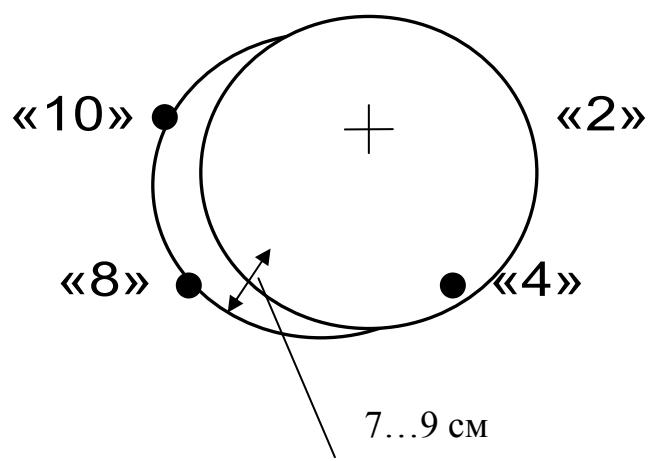

Рисунок 3 – Схема расположения
- сместите центр прибора, ориентируясь по нарисованной окружности, на 7 - 9 см по диагонали в положение «2 часа» (рис.3) и проведите измерения плотности  $\rho_2$ ;
Построение градуировочной зависимости подробно описано в Приложении А. Измерения в режиме **Установка нуля** производить на участках дороги по схеме рис. 3 с последующим взятием и лабораторными испытаниями вырубок (кернов). При этом для построения градуировочной зависимости следует использовать результаты измерений не менее чем 6 участков дороги, на которых коэффициенты уплотнения равномерно расположены в диапазоне 0,95 - 1,0.
В режиме **Установка нуля** устанавливают прибор на дороге в центр размеченного участка 1. Через 10-15 секунд, когда показания  $\Delta U$  на дисплее стабилизируются, записывают измеренное значение. Повторяют измерения по схеме рис.3 и рассчитывают среднее арифметическое значение показаний  $U_{1cp}$  из пяти измерений.